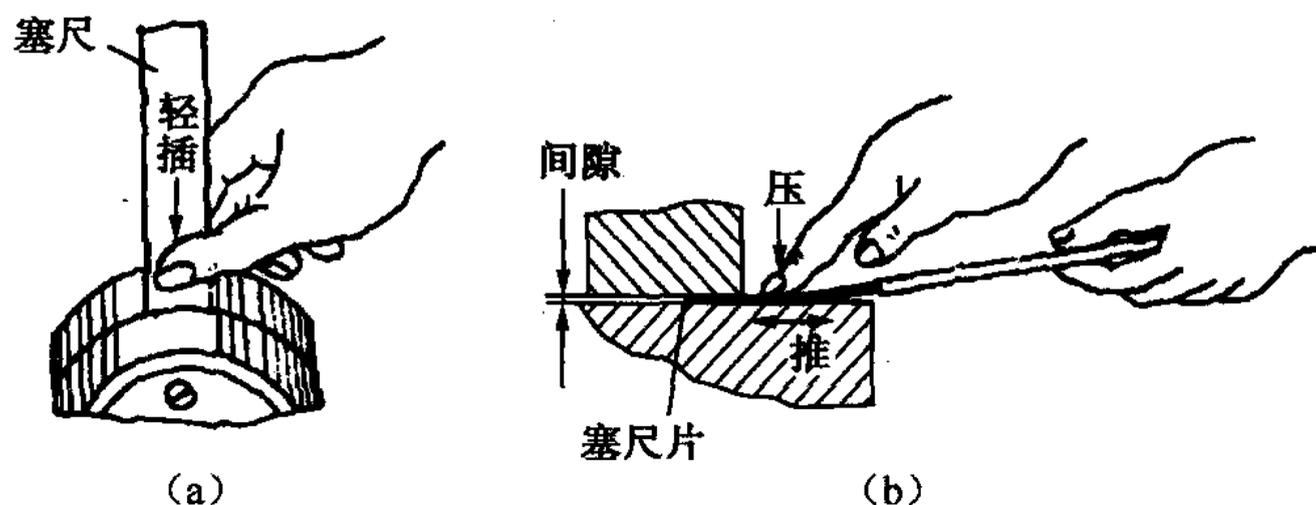

图 1-10 塞尺的使用方法
②塞尺片按厚度偏差及弯曲度，分为特级和普通级。
(3) 使用方法 塞尺的使用方法如图 1-10 所示。尺片塞入后来回抽动，有轻微的阻滞感觉时，尺片的厚度即为被测的间隙。